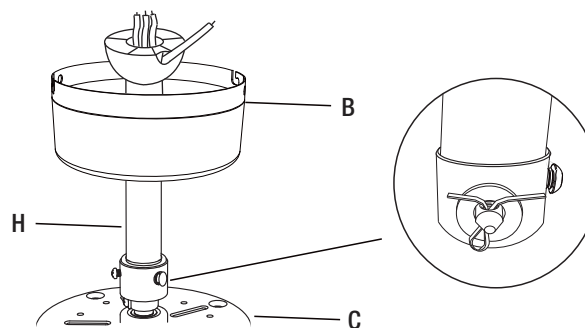

Figura 5
- Afloje los tornillos primero y luego inserte el conjunto de la varilla de extensión (H) en la barra de suspensión en la parte superior del conjunto del motor del ventilador.
- Empuje el pasador (3) a través del eje del motor y de los orificios de la vara (Figura 5). El extremo de inserción del pasador pivotante tiene una forma cónica especialmente diseñada que se aleja y no daña los cables del interior del vástago. Asegure el pasador insertando el pasador de chaveta y doblando los extremos para evitar que se salga de los orificios (Figura 5).
- Asegure la barra de suspensión y la varilla de extensión ajustando los tornillos instalados previamente en la barra de suspensión (Figura 5).